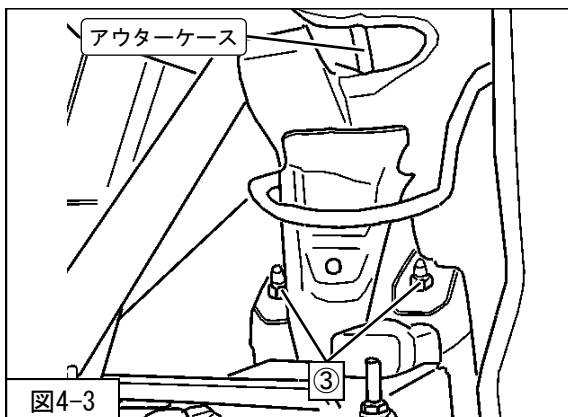

図4-3
5. ③リアサスペンションASSYアッパー取付ナット (締付トルク: 38~52N・m) を取付けてください。(図4-3)